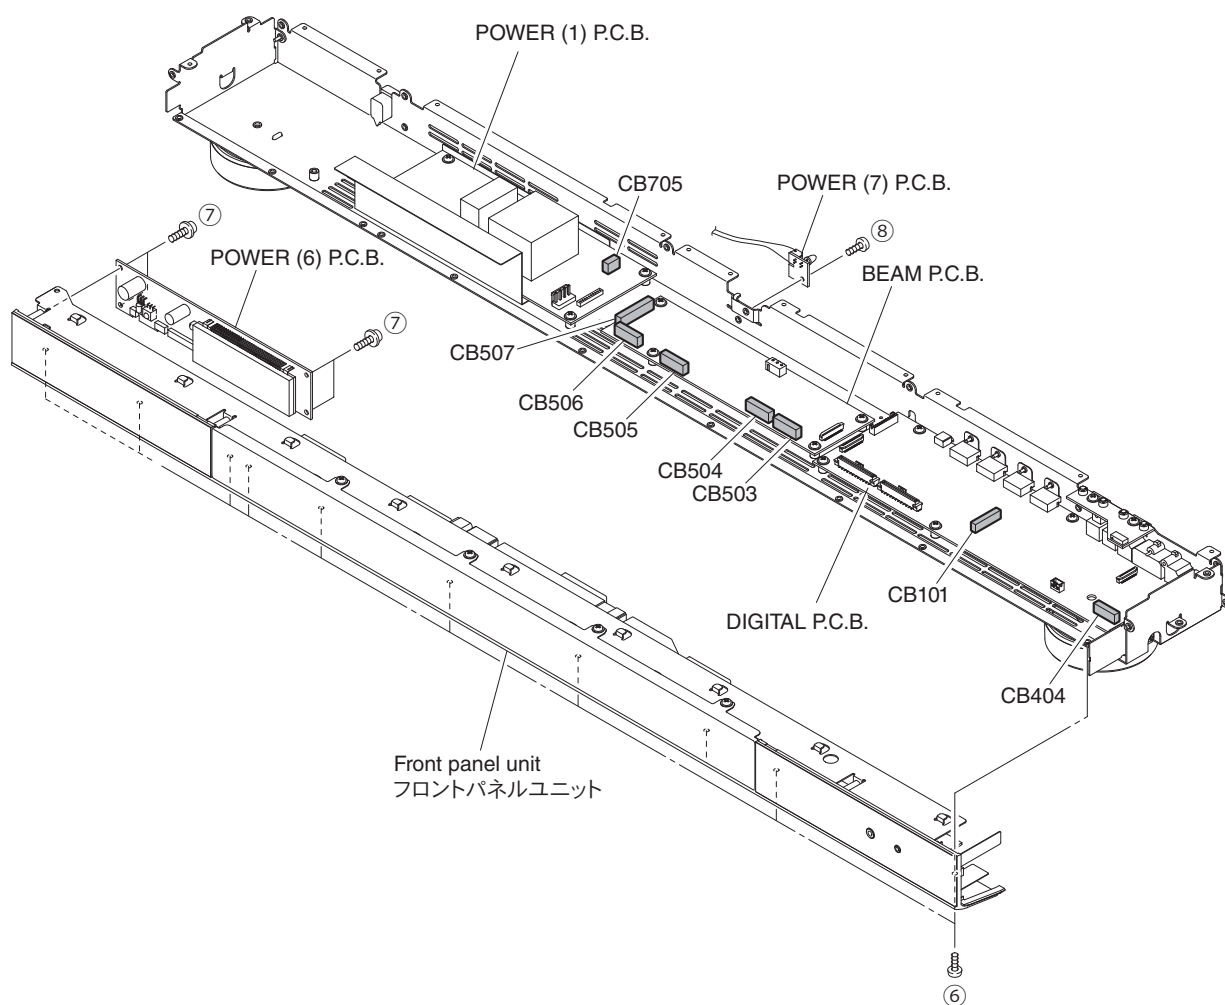

Fig. 3
- a. Remove 10 screws (⑥). (Fig. 3)
- b. Remove CB101, CB404, CB503–CB507 and CB705. (Fig. 3)
- c. Pull out the front panel unit forward. (Fig. 3)
- d. Remove 4 screws (⑦) and screw (⑧). (Fig. 3)
- e. Remove the POWER (6) P.C.B. together with the POWER (7) P.C.B. (Fig. 3)
- f. Remove the front panel unit. (Fig. 3)
- a. ⑥のネジ10本を外します。(Fig.3)
- b. CB101、CB404、CB503～CB507、CB705を外します。(Fig.3)
- c. フロントパネルユニットを前方へ引き出します。(Fig.3)
- d. ⑦のネジ4本、⑧のネジ1本を外します。(Fig.3)
- e. POWER (6) P.C.B. と POWER (7) P.C.B. を一緒に外します。(Fig.3)
- f. フロントパネルユニットを外します。(Fig.3)